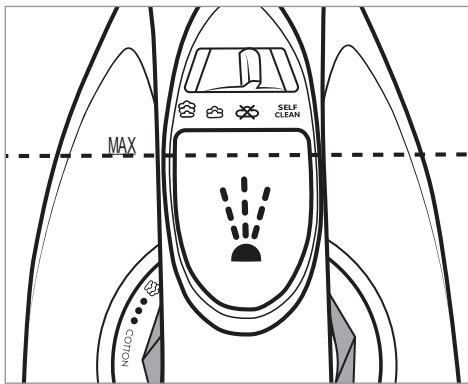

Abb. 1
- 3) Befüllen Sie mit dem Messbecher **1** den Wassertank **2** bis höchstens zur Markierung **MAX** (siehe Abb. 1).